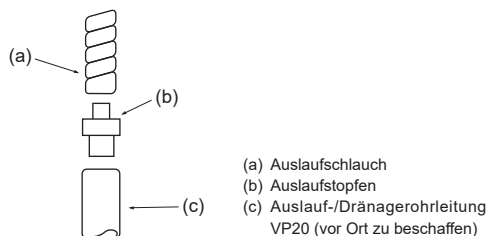

Abb. 5-1
5.1. Verlegung der Auslauf-/Dränagerohrleitung (Abb. 5-1)